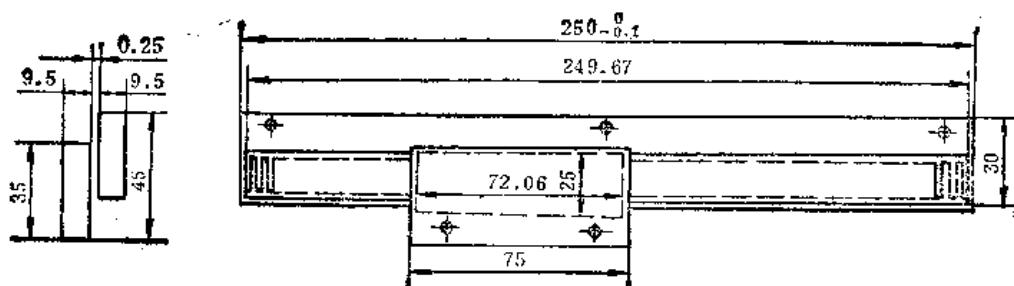

图22-2-2 窄式直线感应同步器的外形尺寸
2) 窄式 窄式直线感应同步器是用在设备安装位置受到限制的场合，其定滑尺的尺寸（图22-2-2），绕组周期及连接方法与标准式的相同。这种窄式尺由于耦合的不好，因此精度较低。